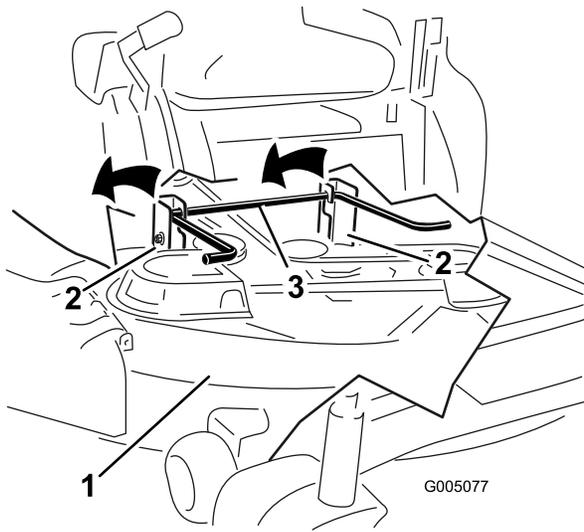

Figure 66
1. Ressort de levage de tablier (2)
7. Soulevez et enlevez le tablier de coupe et les supports de la tige de levage arrière et abaissez la tondeuse au sol avec précaution (Figure 66).
5. Soulevez l'arrière du tablier de coupe et guidez les supports sur la tige de levage arrière (Figure 66).